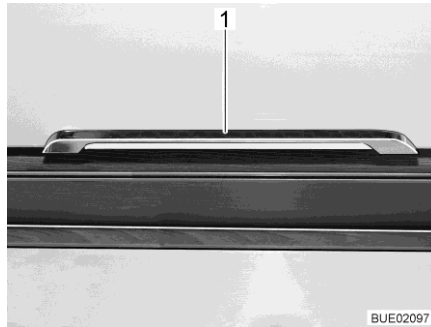

Fig. 89 Tirador de desbloqueo
- Según la posición de instalación, presionar el tirador de desbloqueo (Fig. 89,1) hacia arriba, hacia el lado o hacia abajo y mantenerlo presionado.